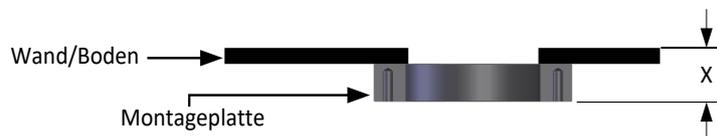

Abbildung 19: Messung der Einführtiefe
1. Sobald die Montageplatte an die Einbauposition über dem entsprechend dimensionierten Loch geschweißt worden ist, sollte der Abstand von der Außenfläche der Montageplatte zur Innenwand (x) gemessen werden (Abbildung 19).